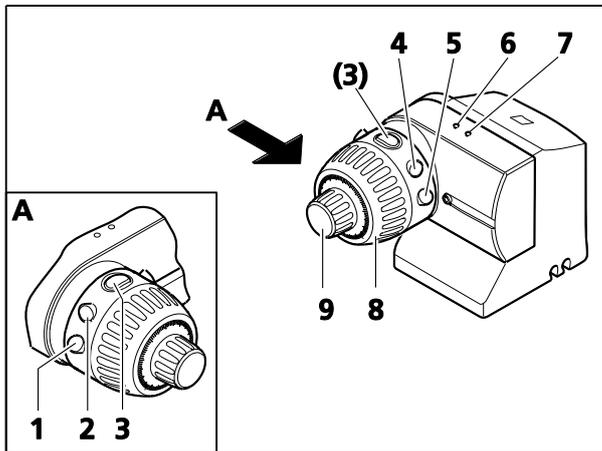

Fig. 27 Unité de commande sur le MaRC
- Commande du moteur de mise au point par commande de mise au point rapide (Fig. 27/8) et précise (Fig. 27/9).
- Se déplacer vers les positions de déclic du zoom en appuyant brièvement sur les touches **1** et **2** (Fig. 27/1 et 2).
- Zoom rapide – appuyer sur les touches **1** et **2** (Fig. 27/1 et 2).
- Zoom rapide – appuyer sur les touches **4** et **5** (Fig. 27/4 et 5).
- Sauvegarder une position de mise au point – touche **3** (Fig. 27/3), voir également paragraphe 4.2.6, page 50.
- Aller à une position pré-sauvegardée – touche **3** (Fig. 27/3), voir également paragraphe 4.2.7, page 50.
- Inversion de la rotation de l'unité MaRC – touche **3** (Fig. 27/3), voir également paragraphe 4.2.8, page 50.
- Témoin de contrôle vert (Fig. 27/6) pour la confirmation visuelle d'une entrée ou l'acceptation d'un réglage (correspond au signal de confirmation).
- Témoin de contrôle bleu (Fig. 27/7), indique la disponibilité du MaRC.
Si un moteur de mise au point prêt à fonctionner est connecté, la LED bleue (Fig. 27/7) s'allume.
Le moteur de mise au point peut être contrôlé rapidement ou lentement en tournant la commande de mise au point rapide (Fig. 27/8) et précise (Fig. 27/9).
Lorsque la touche **1** ou **2** (Fig. 27/1 ou 2) est enfoncée brièvement ( $\leq 200$  ms), le corps du zoom se déplace vers la position de déclic inférieure ou supérieure suivante.
Lorsque la touche **1** ou **2** (Fig. 27/1 ou 2) est enfoncée pendant plus de 200 ms, le corps du zoom commence à se déplacer ; il ne s'arrête que lorsque la touche correspondante est relâchée ou que la position limite est atteinte.
Lorsque la touche **4** ou **5** (Fig. 27/4 ou 5) est enfoncée, la commande du moteur commencera à se déplacer vers le haut (**5**) ou vers le bas (**4**) ; elle ne s'arrêtera que lorsque la touche correspondante sera relâchée ou que la position limite sera atteinte.
La position de mise au point actuelle est mémorisée lorsque la touche **3** (Fig. 27/3) est enfoncée pendant 2 à 5 secondes.
La LED verte (Fig. 27/6) s'allume brièvement et **un** bip court sur le système de mise au point motorisé est émis pour indiquer la fin du processus de mémorisation après 2 secondes.
Lorsque la touche **3** (Fig. 27/3) est enfoncée pendant moins de 2 secondes, le moteur se déplace vers la position de mise au point mémorisée.
Le sens de rotation sera inversé si la touche 3 (Fig. 27/3) est enfoncée pendant plus de 5 secondes.
Tout en appuyant, un **seul** signal sonore est d'abord émis, puis **deux** signaux sonores et le témoin vert (Fig. 27/6) clignote une ou deux fois. Cela indique que l'inversion est terminée.